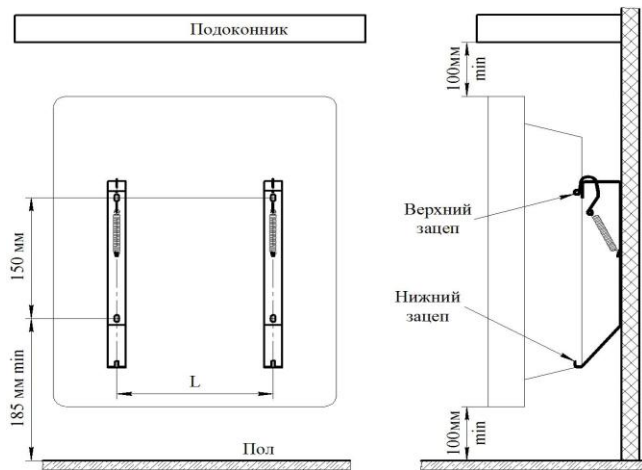

Рис. 2
5.4 Для стационарной установки конвектора выполните на стене разметку под крепёжные отверстия (см. рис.2, табл.2) и закрепите кронштейны для установки конвектора, любым доступным способом, обеспечив надёжное крепление конвектора в течение всего срока эксплуатации и соблюдая минимальные расстояния от поверхностей конвектора до предметов окружающей обстановки, как показано на рисунках 3, 4 (расстояния даны в сантиметрах).